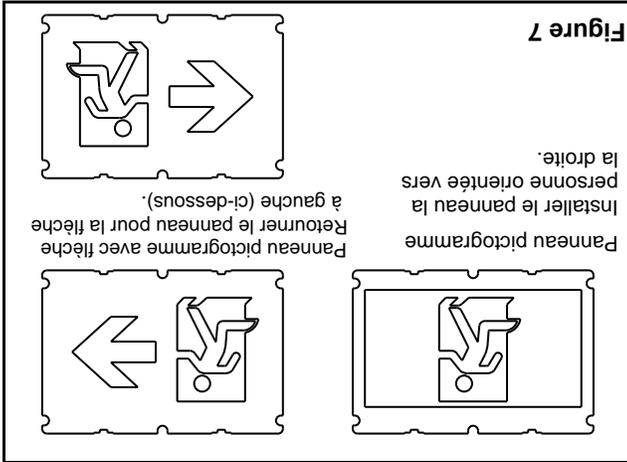

Figure 7
- Sélectionner le panneau pictogramme voulu et l'installer, superposé au diffuseur opale. Le panneau pictogramme sans flèche sera installé orienté vers la droite (voir Figure 7).